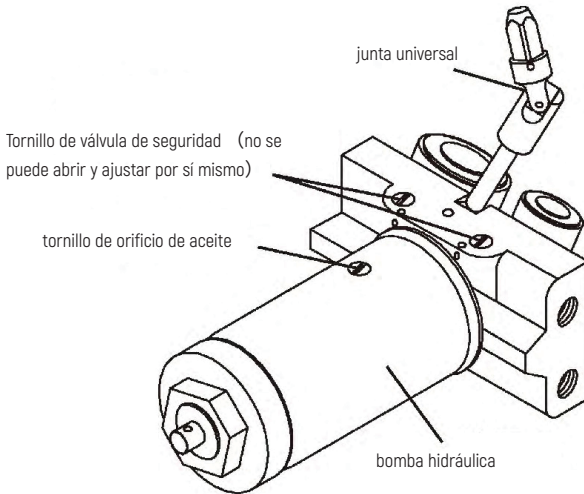

Figura 2
- 1) Afloje el tornillo del orificio de aceite, pero no saque el tornillo (vea Figura 2) .
- 5) Apriete el tornillo del orificio de aceite (vea Figura 2) .
- 1) Retire el tornillo del orificio de aceite (vea Figura 2) .
- 2) Alinee el orificio de aceite y llene lentamente el aceite hidráulico calificado (vea Figura 2) hasta que esté a 0,6 cm de distancia del orificio de aceite (Nota: No presione la manija al llenar el aceite) .